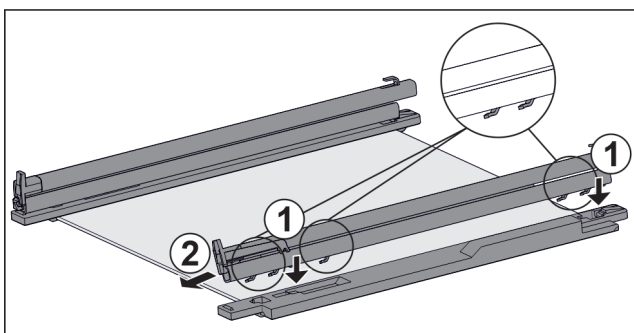

Fig. 48 Skleněná deska s kolejničkami a přídržnými díly
- ▶ Nasadte háčky kolejničky na otvory **levého** přídržného dílu. Fig. 48 (1)
- ▶ Vytáhněte kolejničku dopředu. Fig. 48 (2)
- ▶ Nasadte háčky kolejničky na otvory **pravého** přídržného dílu. Fig. 48 (1)